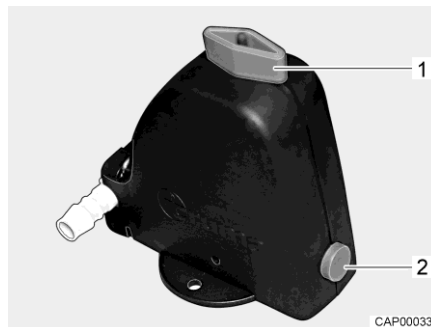
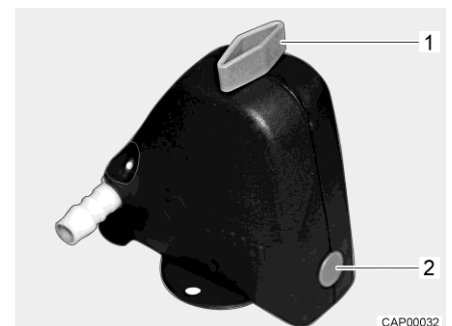

Bild 67 Sicherheits-/Ablassventil geöffnet
Bild 68 Sicherheits-/Ablassventil geschlossen
- Sicherheits-/Ablassventil schließen. Dazu Drehknopf (Bild 67,1) quer zum Sicherheits-/Ablassventil drehen und Druckknopf (Bild 67,2) hineindrücken. Das geschlossene Sicherheits-/Ablassventil ist in Bild 68 dargestellt. Bei Temperaturen unter 6 °C lässt sich das Sicherheits-/Ablassventil nicht schließen.